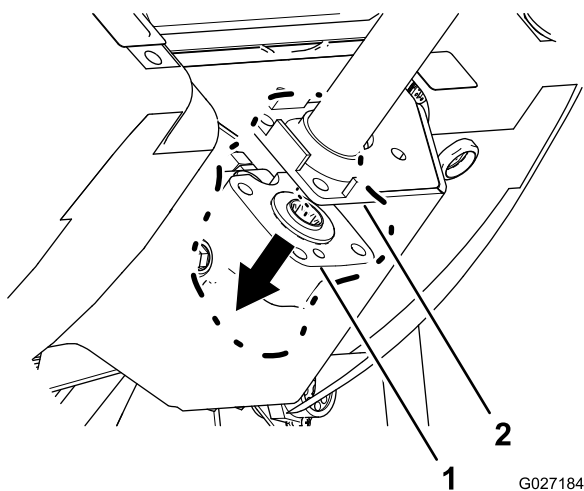

Figura 5
4. Separe la brida de montaje de la columna de dirección fija de la válvula de dirección (Figura 5).